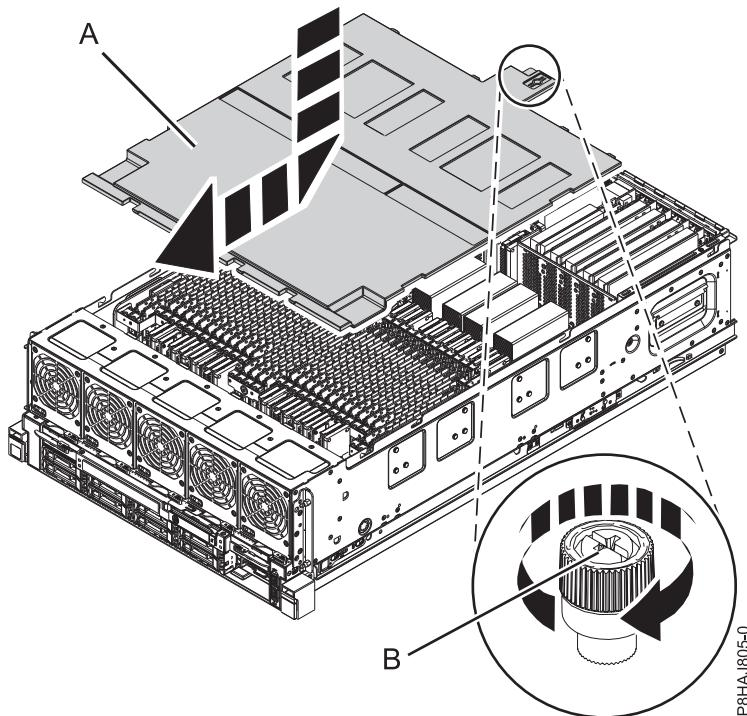

図 13. 安全カバーの再取り付け
2. 安全カバー (A) をシャーシ方向に押します。
3. つまみねじ (B) を、37 ページの図 13 に示されている方向に回転させて締めて、安全カバーをシャーシに固定します。